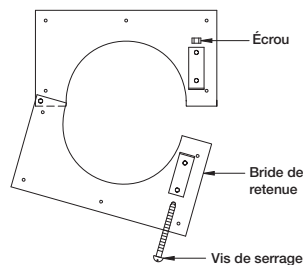

Figure 6 — Bride de retenue
- a. Utiliser la visserie fournie pour assembler les deux (2) demi-brides de retenue l'une à l'autre sur le côté opposé de la vis de serrage. Voir la Figure 6.
- d. Fixer la bride de retenue aux quatre (4) coins et à moins de 1,9 cm (3/4 po) du centre sur le mur/plancher avec des vis adaptées (vis à tôle n°8 minimum).
5. Raccorder la gaine au manchon du registre à l'aide d'un raccord qui convient. Pour les gaines de diamètre de 55,9 cm (22 po) et moins, utiliser trois (3) vis à tôle n°8. Pour les gaines de diamètre supérieur à 55,9 cm (22 po), utiliser cinq (5) vis à tôle n°8.